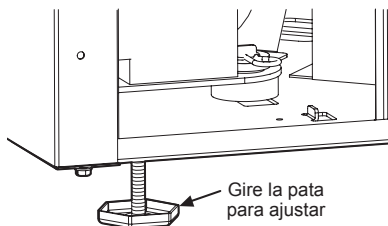

Figura 11
- 2 Si el productor de hielo no está nivelado, ajuste las patas de las esquinas de la unidad como sea preciso (Figura 11).